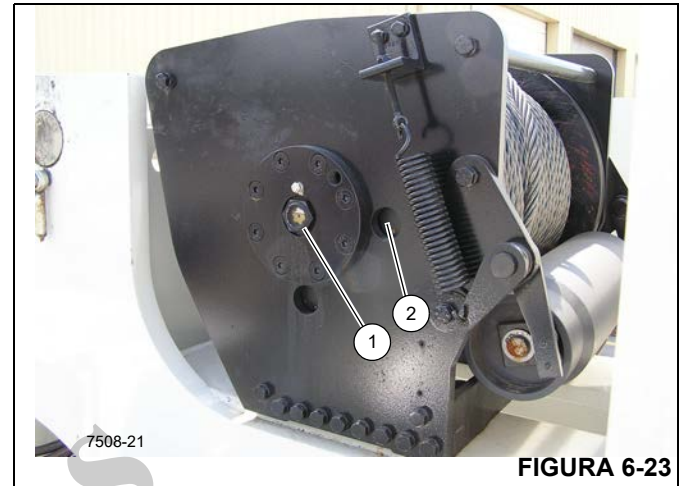

FIGURA 6-23
3. Verifique o nível de lubrificante. O nível do óleo deve ser visível no indicador visual (1, Figura 6-23).
- a. Limpe em torno do bujão de enchimento (2) e remova o bujão de enchimento.